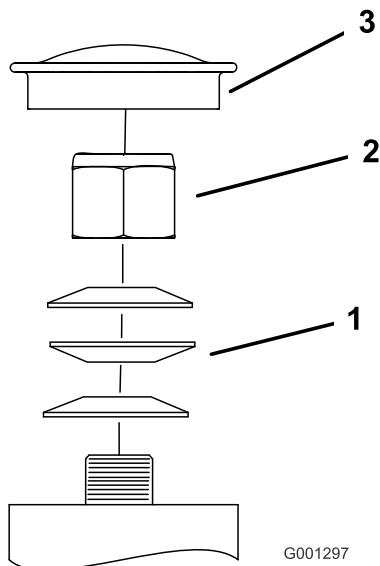
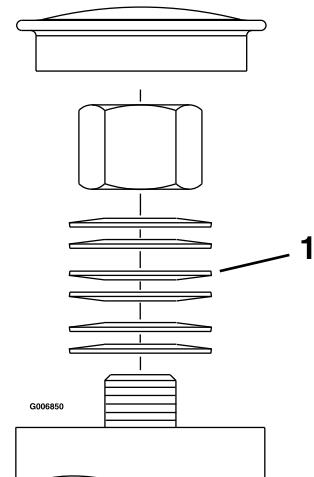

Figura 45
Figura 46
- Retire el tapón guardapolvo de la rueda giratoria y apriete la contratuerca (Figura 45 y Figura 46).
- Apriete la contratuerca hasta que las arandelas de muelle estén planas, luego afloje 1/4 de vuelta para establecer la pre-carga correcta de los cojinetes (Figura 45 y Figura 46).
Importante: Asegúrese de que las arandelas de muelle están correctamente instaladas, según se muestra en Figura 45 y Figura 46.